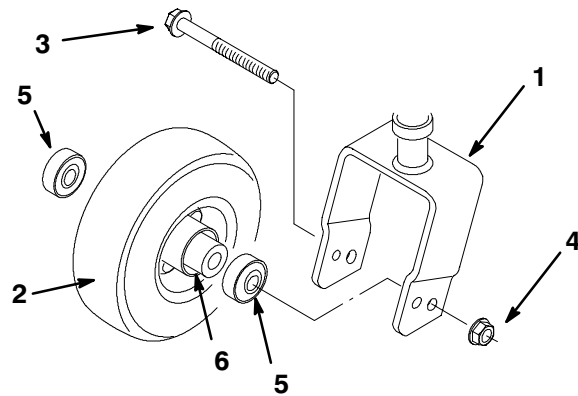

Figure 23
3. Retirer l'écrou et le boulon six-pans de fixation de l'ensemble de roue pivotante dans la fourchette de roue (Fig. 23).
4. Retirer la roue pivotante de la fourchette (Fig. 23).
5. Retirer le roulement extérieur du moyeu de la roue, et faire tomber la pièce intercalaire hors du moyeu (Fig. 23).
6. Retirer l'autre roulement extérieur (Fig. 23).